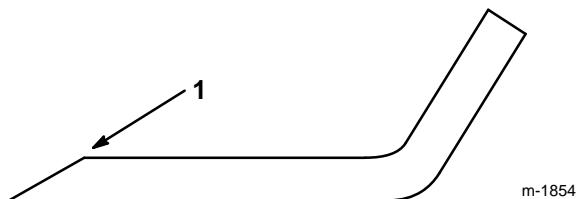

Abbildung 17
1. Mit einer Feile die Schneidkante an beiden Enden des Schnittmessers schärfen (Abb. 17). Den Originalwinkel beibehalten. Das